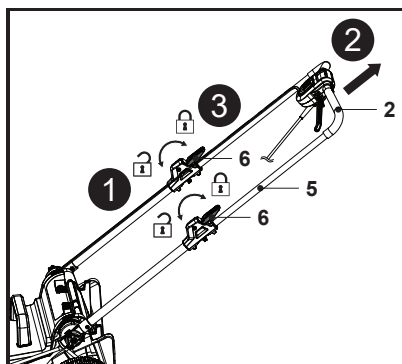

Fig. 3
5. Certifique-se de que os dois guidores inferiores (7) estão montados à mesma altura em ambos os lados.
6. Certifique-se de que o cabo de controlo (19) percorre a parte superior do guiador inferior (7).
7. Abra as duas alavancas de bloqueio (6), segure a pega (2) e puxe gradualmente o guiador superior (5) até ao fim (Fig. 3, passos 1, 2).
8. Feche as duas alavancas de bloqueio (6) e verifique se o guiador superior (5) está fixo (Fig. 3, passo 3).